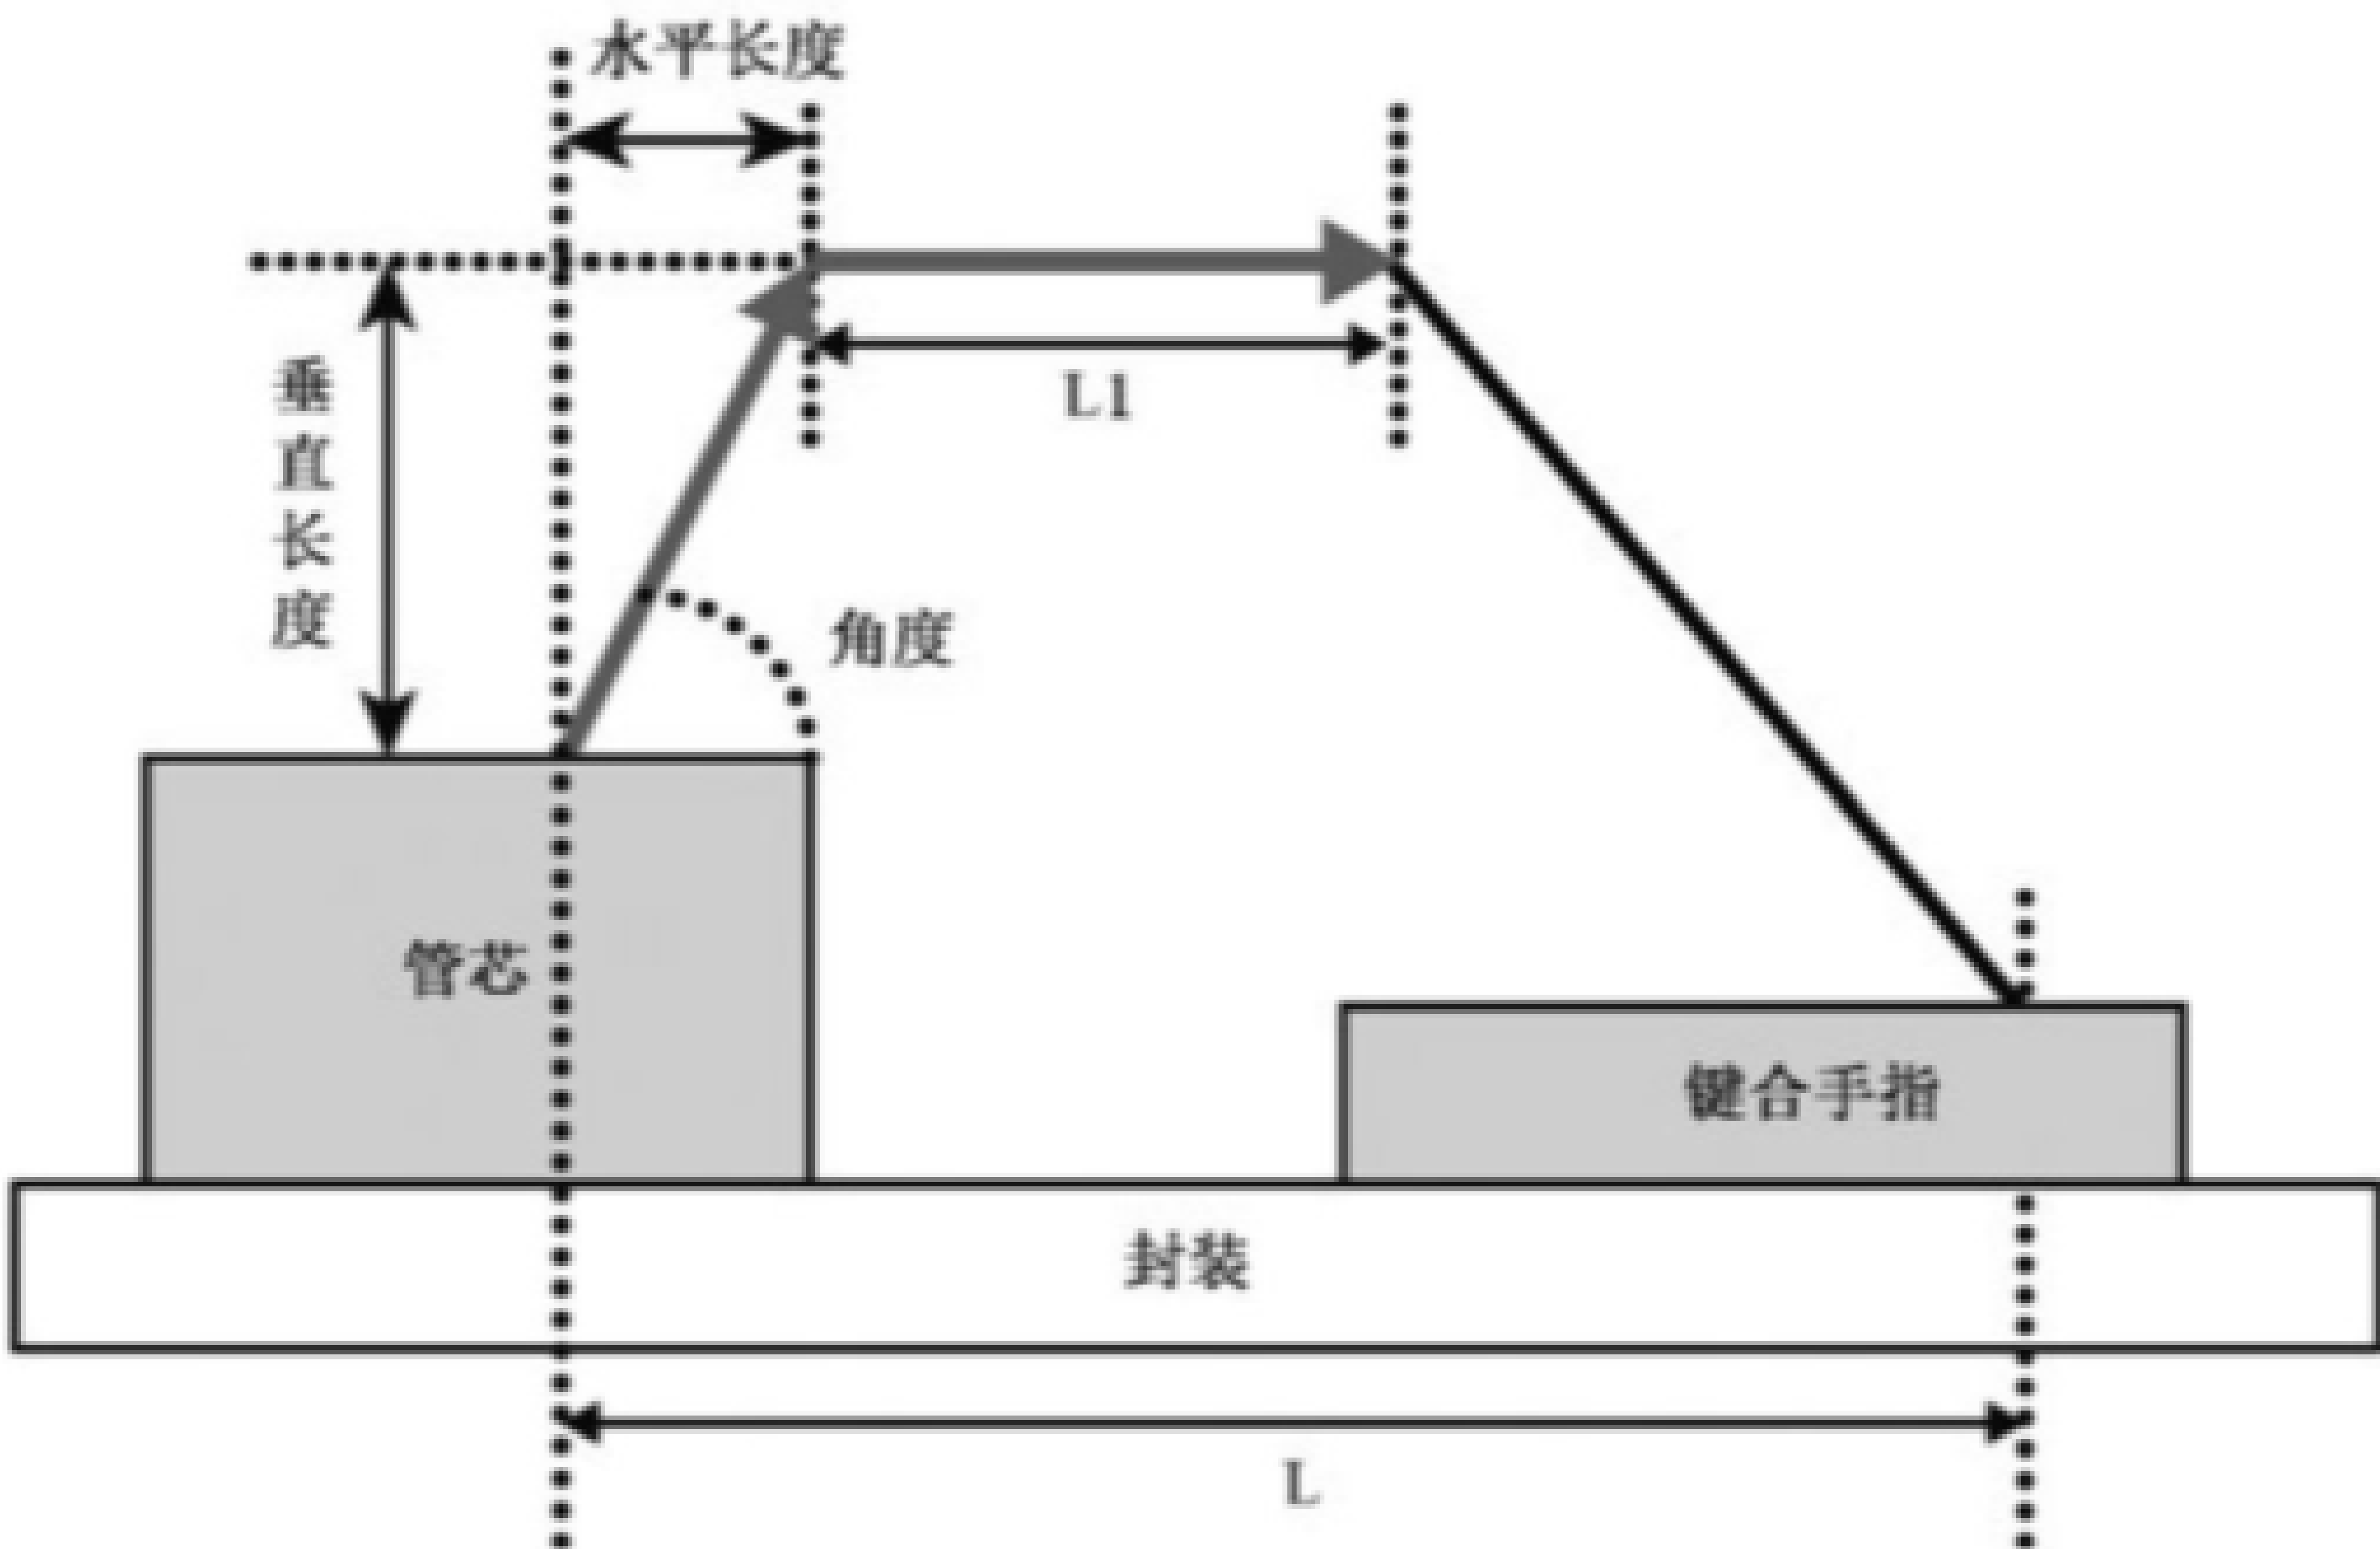

图 62 键合丝形状示意图
一些<forward>语句定义从第一个位置到第二个位置趋向键合区(参见图 62)。<forward>语句由可选的水平长度属性、可选的垂直长度属性、可选的角度属性和可选的水平比率属性组成。
- a) horizontal\_length:此属性定义从第一个位置到键合区的水平长度,如图 62 所示。长度的单位由<unit>语句中的<distance>语句定义。
- b) vertical\_length:此属性定义从第一个位置到键合区的垂直长度,如图 62 所示。长度的单位由<unit>语句中的<distance>语句定义。
- d) horizontal\_ratio:此属性定义图 62 中水平长度(L1)和总长度(L)的比率。